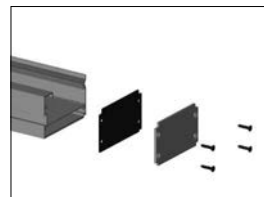

Abb. 55
- » Regenrinnenendkappe incl. Dichtung an Regenrinne (Abbildung 55) verschrauben.